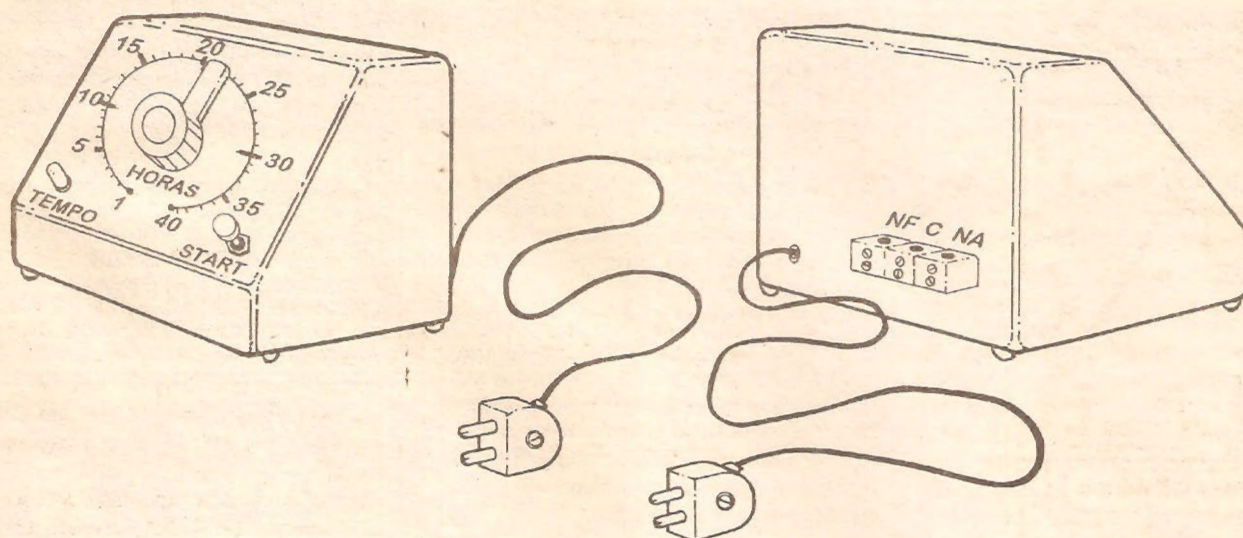

Fig.5
- **FIG. 5 - ENCAIXANDO O DEMORADÃO...** - Muitas são as possibilidades de acabamento e de *lay out* externo para a montagem... A figura mostra uma dessas possibilidades, utilizando-se uma caixa tipo *painel inclinado*, que tanto poderá ser confeccionada pelo próprio leitor/hobbysta, quanto adquirida pronta em varejistas especializados... Sugerimos que logo no painel frontal, além do *push-button* de início (*start*) e do LED piloto geral, fique centrado o potenciômetro, com seu eixo terminado num *knob* tipo indicador (ou acrescentada uma aleta indicadora, conforme se vê...). Em torno da sua área de giro, num arco de 270 graus, poderá ser então feita uma marcação com divisões, sobre a qual poderão ser demarcados diversos intervalos intermediários de tempo, iniciando-se em **1 hora** e indo até **40 horas** (ver o assunto **CALIBRAÇÃO**, mais adiante...). Na traseira do *container* pode ficar a saída do *rabicho* (é bom que, por dentro da caixa, seja dado um nó no cabo de força, para que um eventual e acidental esforço, externamente aplicado, não possa ocasionar o rompimento das suas conexões soldadas internas...) e o trio de conectores